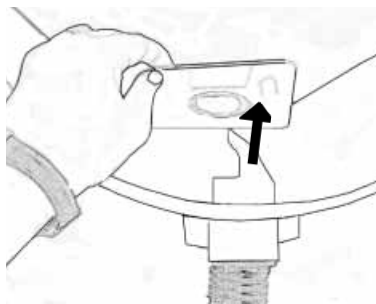

Abb. 24
5. Entfernen Sie den Staubbeutel, indem Sie die Kartonverstärkung festhalten und die Karte mit dem Beutel vorsichtig aus dem Behälter ziehen, Abb. 24. Falten Sie den perforierten Teil des Kartons zur Beutelöffnung, um zu verhindern, dass der Inhalt austritt.